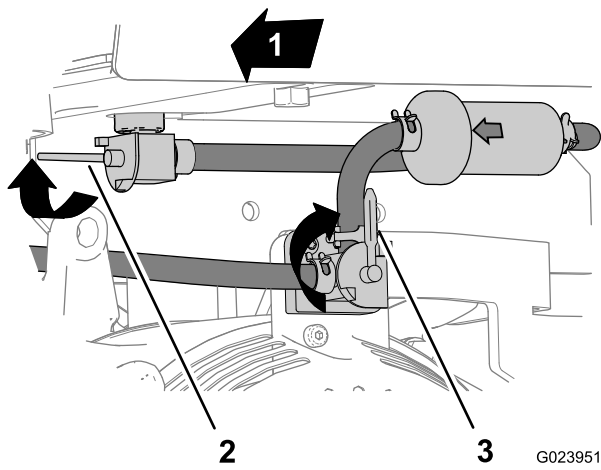

Figure 25
2. Tournez le levier vers l'avant et le haut pour fermer le robinet d'arrivée de carburant du réservoir (Figure 25).
4. Tournez l'interrupteur du moteur dans le sens horaire à la position d'arrêt, et laissez refroidir le moteur (Figure 25).
12. Ouvrez le robinet d'arrivée de carburant et tournez l'interrupteur du moteur en position de marche, puis recherchez d'éventuelles fuites de carburant (Figure 25).